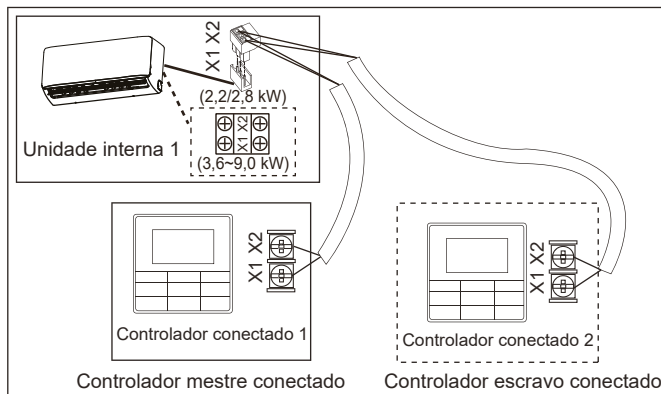

Figura 23
- Use um controlador conectado para controlar um unidade interna ou dois controladores conectados (um mestre e um escravo) para controlar uma unidade interna (consulte a Figura 23);